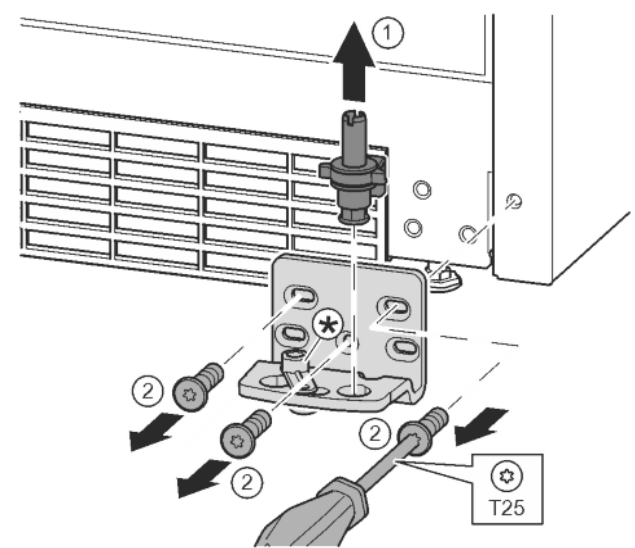

Fig. 15
- ▶ Ložiskový čap vytiahnite úplne nahor. Fig. 15 (1)
- ▶ Skrutky vyskrutkujte skrutkovačom T25 a odnímate ložiskovú konzolu. Fig. 15 (2)